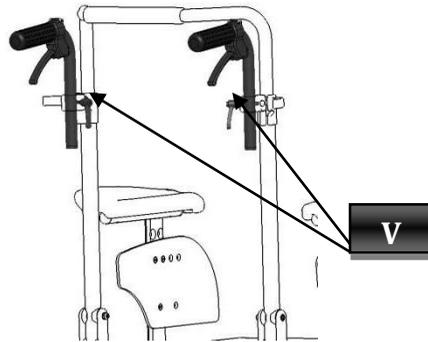

Abbildung 2
Sobald die Rückenlehne richtig befestigt ist, die Schiebegriffe anbringen und die beiden Schnapphebel (V) in Abbildung 2 einrasten.